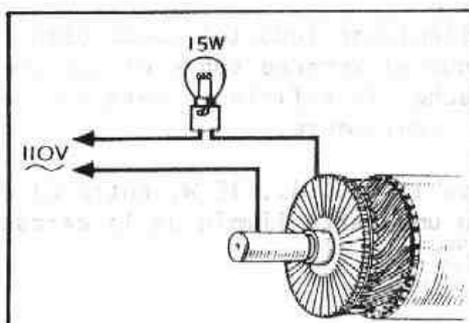

Fig. N2-20 Comprobación del aislamiento del inducido
3.1.1. Conectar los terminales de una lámpara de 110 o 220 voltios y 15 watis entre cada una de las delgas y el eje del inducido (Fig. N2-20).